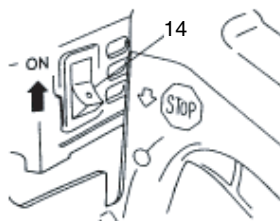

Fig. 9
Démarrage (Fig. 9, 10)
1. Placez le commutateur de marche/arrêt (14) en position "marche" (ON). (Fig. 9)
2. Tirez le levier d'étranglement (15) à fond vers le bas. Cette opération permettra de verrouiller automatiquement le papillon du carburateur dans la position de démarrage. (Fig. 9)
3. Tirez vivement sur la poignée du lanceur à retour automatique en faisant attention de ne pas relâcher la poignée brusquement mais d'accompagner son retour. (Fig. 9)